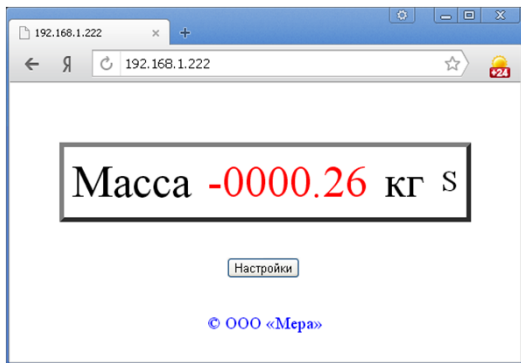

Рис. 6. - Отображение результатов измерений через WEB интерфейс.
- при необходимости просмотра результатов измерений в основном окне программы (Рис. 6) включить «Отображать массу», иначе выключить;